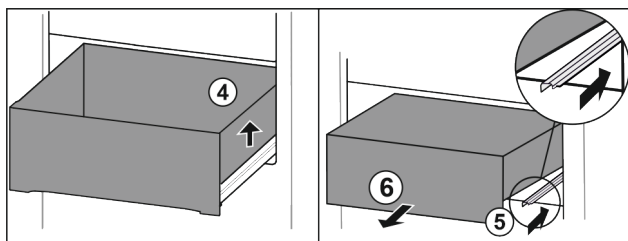

Fig. 75
- ▶ Nadzvedněte zásuvku vpravo. Fig. 75 (4)
- ▶ Zasuňte pravou kolejničku. Fig. 75 (5)
- ▶ Vyjměte zásuvku dopředu. Fig. 75 (6)